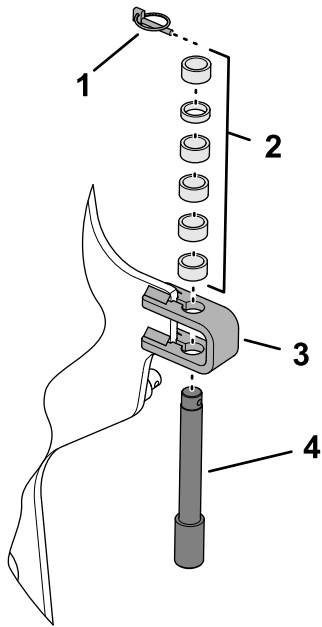

图 125
3. 拆下将限深销和隔片固定至限位支架的保险销 图 125。